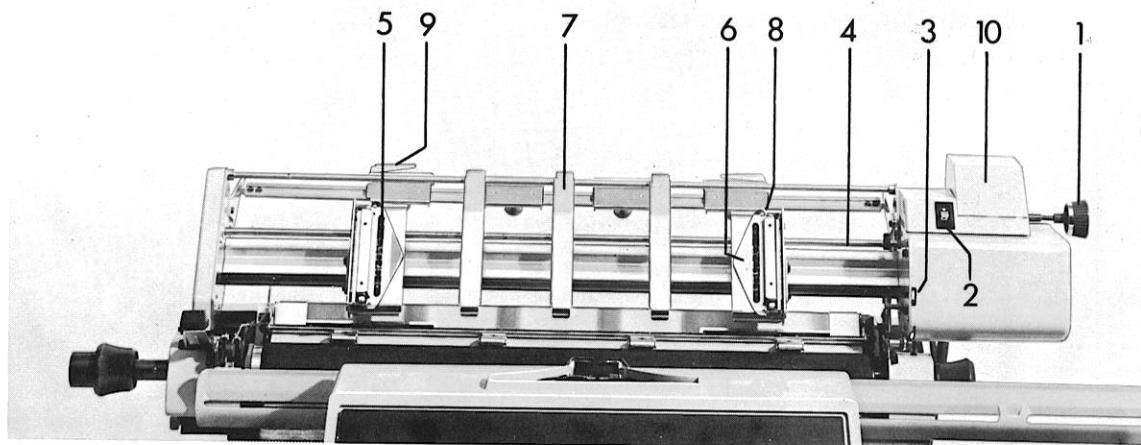
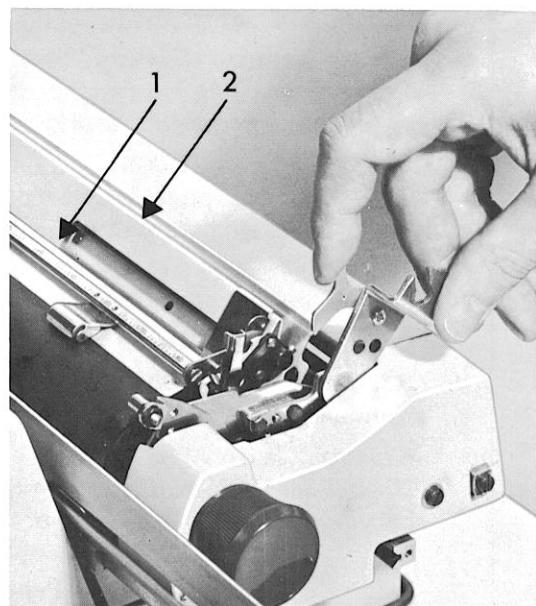

Abb. 23 Aufbau der EFW-Einrichtung
Abb. 26 Einlegen des Sicherungsbügels
Das Lösen der Reibkupplung erfolgt durch axialen Druck auf den außen rechts von der EFW-Mechanik befindlichen Drehknopf (1) Abb. 23 in Richtung Formular bis in Raststellung.
Für den Transport der Endlosformulare ist die EFW mit einer Stachelbandtransporteinrichtung ausgerüstet, welche aus zwei parallel und zueinander synchron laufenden Stachelbändern, den Traktoren, besteht (5) Abb. 23.
4.11.3 Aufbau der EFW (Abb. 23)
Drehknopf (1) Abb. 23
Schaltknopf für Motormagneten (3) Abb. 23
Traktoren (Stachelbänder) (5) Abb. 23
Führungsklappe (6) Abb. 23
Papierableiter (7) Abb. 23
Rändelknopf (8) Abb. 23
Papierhalter (9) Abb. 23
Papierführungsschacht-Journal Abb. 26
Papierführungsschacht-Endlosformular Abb. 26
- Endlosformular über die Papierhalter (9) Abb. 23 legen und den Anfang des Formulares in den Papierführungsschacht „Endlosformular“ Abb. 26 legen.
- Führungsklappen (6) Abb. 23 aufklappen
- Rändelknöpfe (8) Abb. 23 lösen
- Traktoren (5) Abb. 23 seitlich so verschieben, daß das Endlosformular auf den vorher abstandsgleich verschobenen Papierableitern (7) Abb. 23, sowie auf den Transportstacheln aufliegt und in gewünschter Schreibposition steht.
- Journal in Journalschacht (Abb. 26) direkt hinter der Schreibwalze einführen und mit einem der Walzendrehknöpfe einziehen, bis ca. 5-6 cm vorn sichtbar werden.